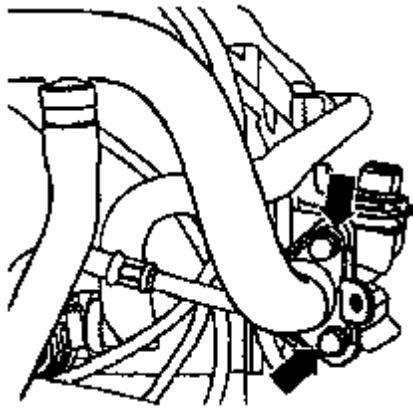

图 2-53 拆卸冷却液管
⑤从上部冷却液管上拆下冷却液软管，从气缸盖后侧的进气歧管及冷却液管法兰拆下下部冷却液管紧固螺栓（如图 2-53 所示）。